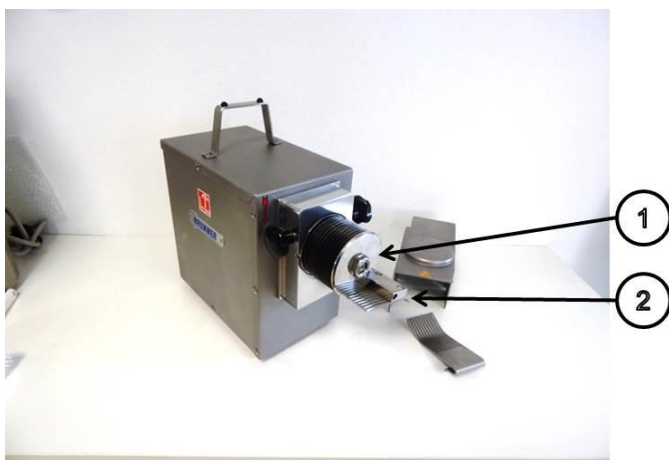

Abbildung 6: Auswurfkamm demontieren
Nun kann der Auswurfkamm (2) in Abbildung 6 angehoben (in eine Waagrecht Position) und nach vorne weggezogen werden! Die Messerwalze (1) kann nun vorsichtig entfernt werden.